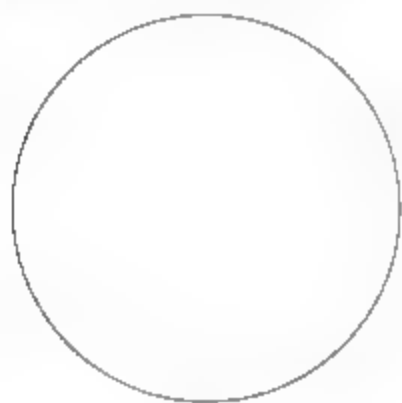

图8-184 绘制圆形
- 01 调用C【圆】命令，绘制半径为266的圆形，如图8-184所示。